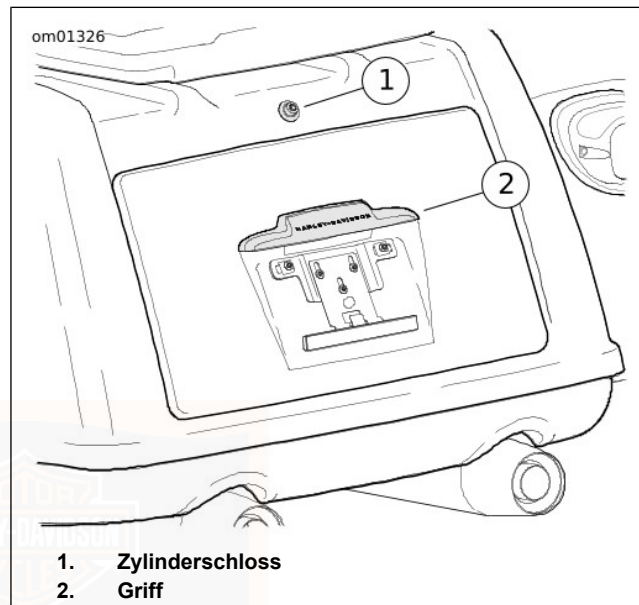

Abbildung 28. Aufbewahrungskoffer
2. Siehe Abbildung 28. Zylinderschloss eindrücken, um Tür zu entriegeln. Am Griff ziehen, um die Tür des Kofferraum zu öffnen.